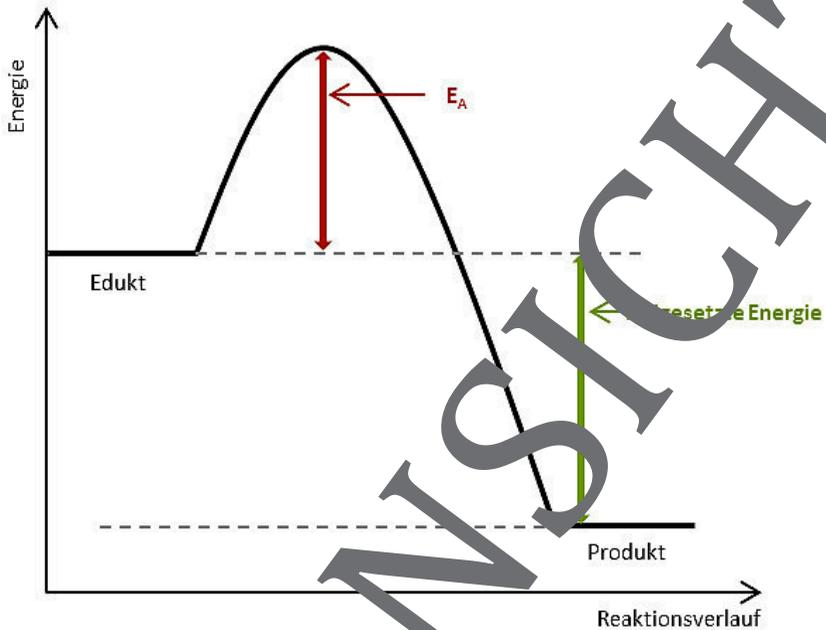

Abb. 2: Energetischer Verlauf enzymatischer Reaktionen. Dargestellt ist der Verlauf für den Versuchsaufbau in Reagenzglas 3.
- 1 Erklären Sie das Experiment mithilfe der Information aus dem Kasten und zeichnen Sie den Verlauf für die Reaktion in Reagenzglas 2 und das Energie diagramm Abbildung 2 ein.